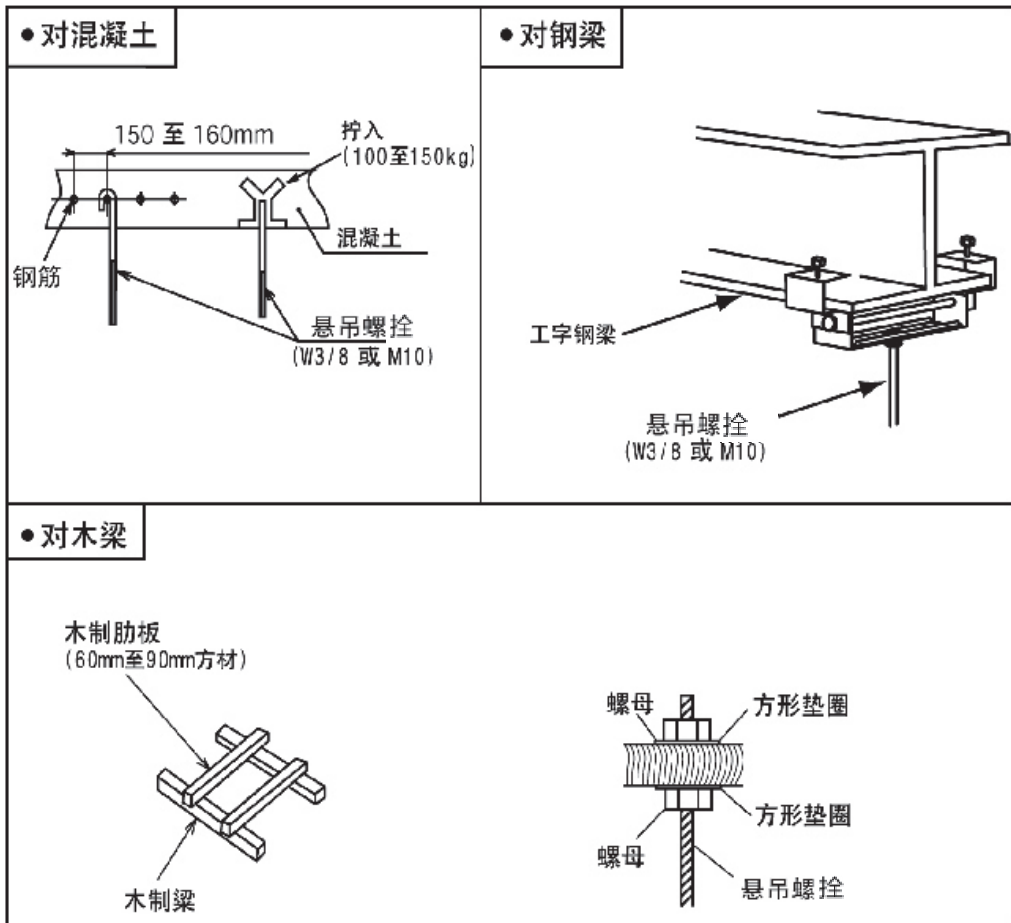

图2 悬吊螺栓的固定
- (1) 仔细考虑走管、配线和维修,选定合适的安装位置和方向。
- (2) 安装悬吊螺栓如下图2所示。